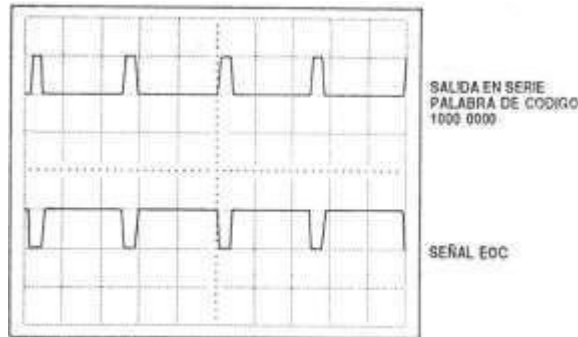

Figura 5.5 Palabra de código 1000 0000 y la señal FDC (EOC) del Codificador PCM.
9. Mover la perilla AJUSTE DE LA TENSION del Voltímetro cc/Fuente cc para obtener en la visualización hexadecimal del Analizador Lógico un valor de 80. La visualización en el osciloscopio debe parecerse ahora a la figura 5.5.